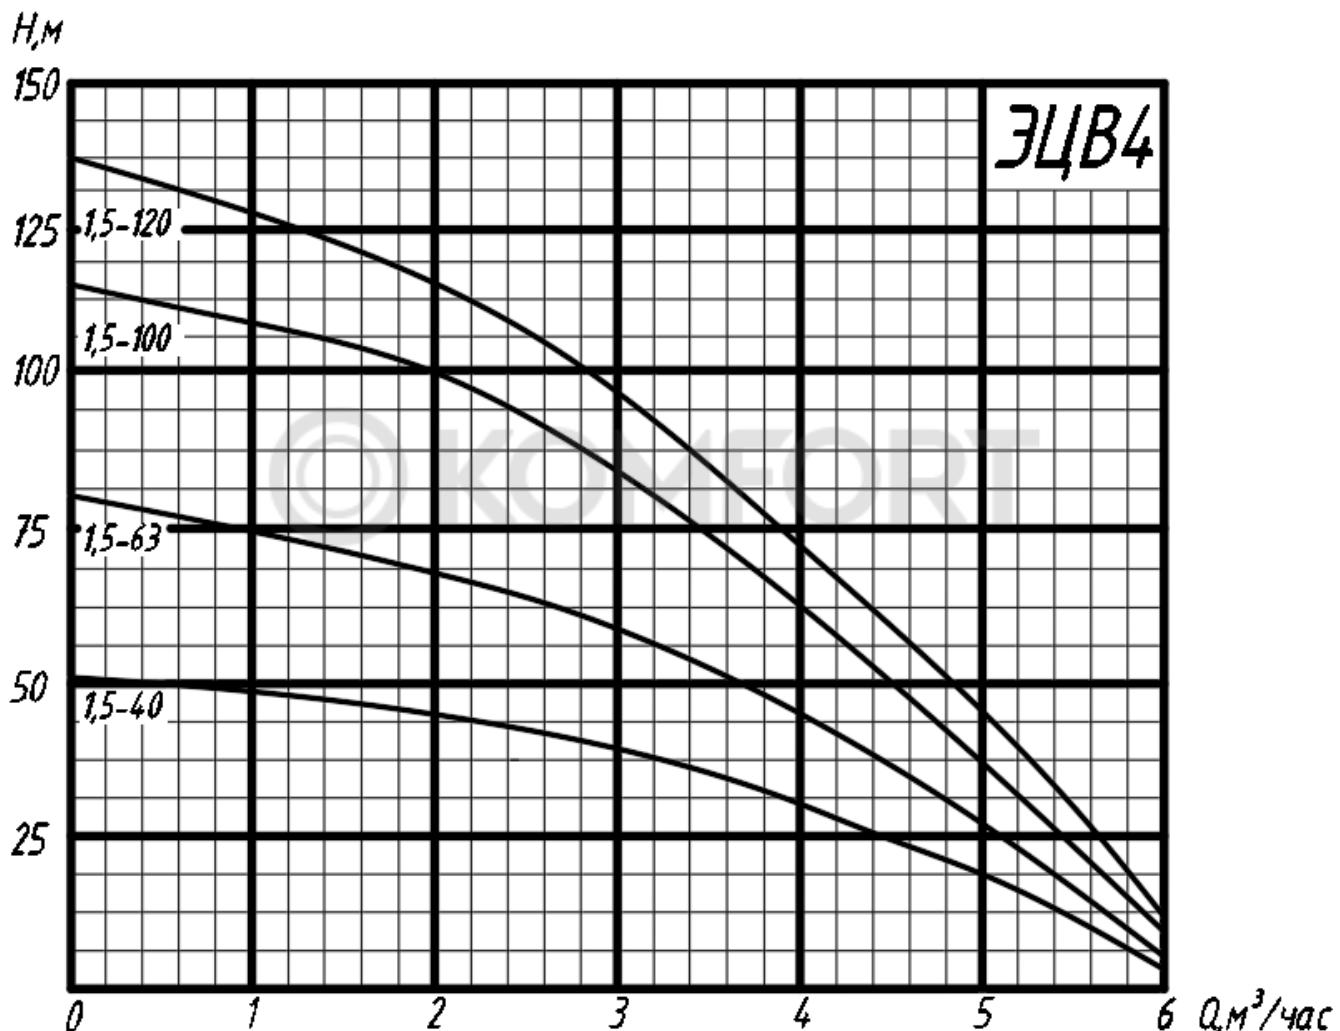

Рис.1
2.2 Напорные характеристики ЭЦВ4-(однофазный) приведены на рис. 1.
Объемная подача агрегата ( $Q$ ) зависит от глубины залегания воды, диаметра и длины водоподъемного трубопровода и высоты подъема воды над поверхностью земли. Приближенно объемную подачу можно определить с помощью напорной характеристики (рис. 1) по фактическому напору ( $H$ ), создаваемому агрегатом для подъема воды из скважины.
При эксплуатации агрегата с максимальной объемной подачей и минимальным напором (см. рис. 1) возрастают потребляемая мощность, нагрузки на электродвигатель и рабочие органы насоса. КПД агрегата при этом минимальный. Оптимальным режимом эксплуатации агрегата является его работа при номинальном напоре и номинальной объемной подаче (см. табл. 1).